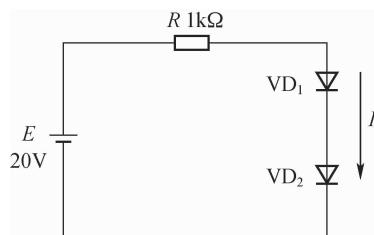

图 1-4 简单二极管电路
**【例 1-2】** 如图 1-4 所示电路,VD1、VD2 为硅二极管,求流过二极管的电流  $I$  为多少?